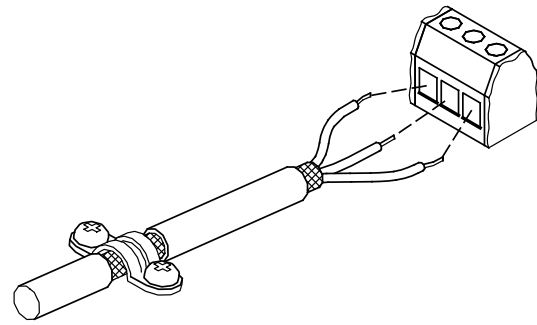

Abb. 45 Beispiel für ein abgeschirmtes Kabel mit Schirm
- Der Schirm ist so dicht wie möglich an den Anschlussklemmen aufzulegen. Siehe Abb. 45.